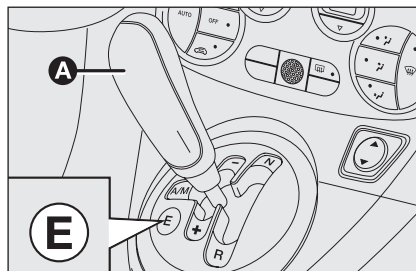

fig. 3 - version 1.2
- la deuxième complètement automatique (**AUTO**), dans laquelle le système décide quand effectuer le changement de vitesses. Sur les versions 1.2 cette logique permet d'utiliser la fonction **ECO** (Economy) pour limiter la consommation. Pour activer cette fonction, appuyer sur le bouton **E**-fig. 3 situé sur la moulure de la B.V.